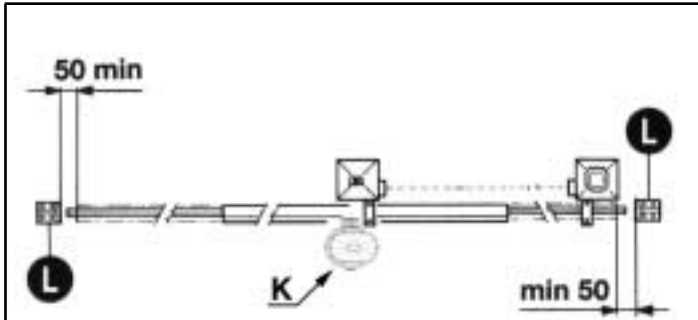
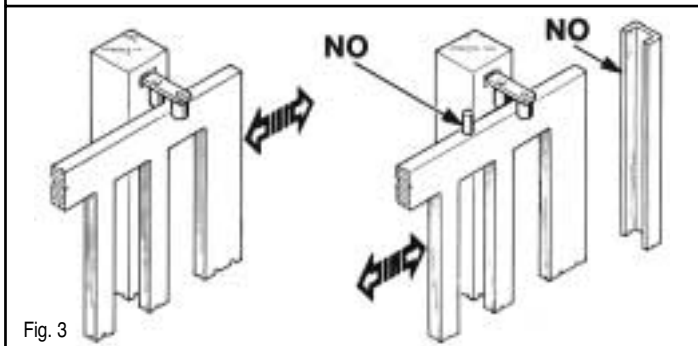

Fig. 2
Fig. 3
È necessario che la guida abbia alle sue estremità due fermi meccanici (L) (Fig. 2). Inoltre, le colonne devono avere superiormente delle guide antideragliamento (Fig. 3).
The guide needs to have two mechanical stops (L) of the type indicated at its ends (Fig. 2).
In addition, the columns must have anti-derailment guides at the top (Fig. 3).
The gate must be protected against unintentional derailment and must move without frictions. **N.B.** Eliminate the mechanical stops of the type indicated in Fig. 3.
N.B.: Il est obligatoire d'adapter les caracteristiques du portail aux normes et lois en vigueur. Il est nécessaire que le guidage ait à ses extrémités deux arrêts mécaniques (L) du type indiqué (Fig. 2). En plus, les colonnes doivent avoir dans la partie supérieure des guidages antidéraillement. Eliminer les arrêts mécaniques du type décrit (Fig. 3). Le portail doit être protégé contre des décrochages involontaires et doit pouvoir manoeuvrer sans effort. Ces arrêts mécaniques ne doivent pas être présents au-dessus du portail, car ils ne son pas suffisamment sûrs.
ACHTUNG: Mann ist verpflichtet die Eigenschaften des Gittertores zu die Gesetznormen in Einklang zu bringen. Die Führungsschiene muß an beiden Enden mechanische Sperrunger (L) haben, wie in der Abbildung dargestellt ist (Fig. 2). Darüberhinaus Mußen die Säulen über Entgleisungsschutzvorrichtungen verfügen (Fig. 3). Das Gitter soll gegen unvorgesehenes Entkuppeln geschützt sein und ohne reibung nicht bewegen. Bitte beachten Sie: Entfernen Sie die beschriebenen mechanischen Sperrungen. Über das Gittertor dürfen sich keine mechanischen Sperrungen befinden, da diese nicht sicher genug sind.